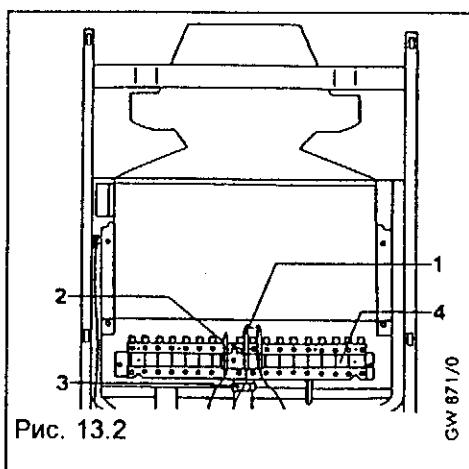

Рис. 13.2
При снятии панели облицовки снять с электродов зажигания расположенные за ней подсоединительные кабели (1, рис. 13.2).
- Ослабить накидную гайку (3, рис. 13.2) и вытащить всю горелку (4, рис. 13.2).
- Горелку в сборе снова плотно привинтить при помощи накидной гайки (3, рис. 13.2).